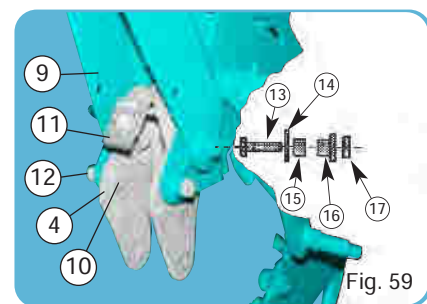
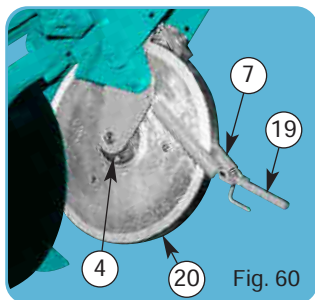
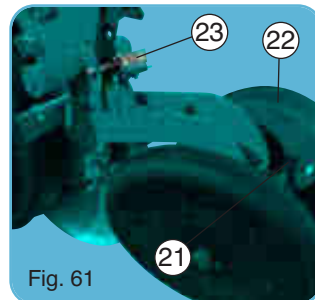

Fig. 59
Fig. 60
Fig. 61
- Présenter le cadre (4) sans la roue plombreuse, mettre en place les vis épaulées (10) et les écrous (12) (fig. 59).
- Mettre en place les vis de fixation (13) du bloc arrière (9) avec les entretoises de débattement (15), les rondelles (14), les écrous spéciaux (16) et les contre-écrous (17).
- Récupérer les 2 ressorts (7), les monter sur le cadre (4) (fig. 60). Respecter l'orientation de l'embout de réglage (19).
- Mise en place de la roue (20).
- Mise en place de la poignée (fig. 61).
- Remonter les roues arrière tasseuses (22).
- Mise en place du taquet (23) avec son ressort et la vis plus l'écrou.
- Position de fonctionnement (fig. 61).
- Position the frame (4) without the press wheel, and put the turned screws in place (10) and the nuts (12) (fig. 59).
- Position the fixing screws (13) of the rear unit (9) with the clearance spacers (15) the washers (14) the special nuts (16) and the counternuts (17).
- Take the 2 springs (7), and assemble them on the frame (4) (fig. 60). Respect the orientation of the adjusting end part (19).
- Position the wheel (20).
- Position the adjusting handle (21) (fig. 61).
- Reassemble the rear press wheels (22).
- Position the latch (23) with its spring and the screw and nut.
- Operation position (fig. 61).
- Presentar el marco (4) sin la rueda, colocar en su lugar los tornillos de apoyo (10) y las tuercas (12) (fig. 59).
- Colocar los tornillos de fijación (13) del bloc trasero (9) con los esparragos de batita (15), las arandelas (14), las tuercas especiales (16) y las contratuercas (17).
- Recuperar los 2 muelles (7), montarlos sobre el marco (4) (fig. 60). Respectar la orientación de la vitrola de regulación .
- Colocación de la rueda (20).
- Colocación de la empuñadura de regulación (21) (fig. 61).
- Remontar las ruedas traseras apoyadoras (22).
- Colocación en su lugar del tope (23) con su muelle, el tornillo y la tuerca.
- Posición de funcionamiento (fig. 61).